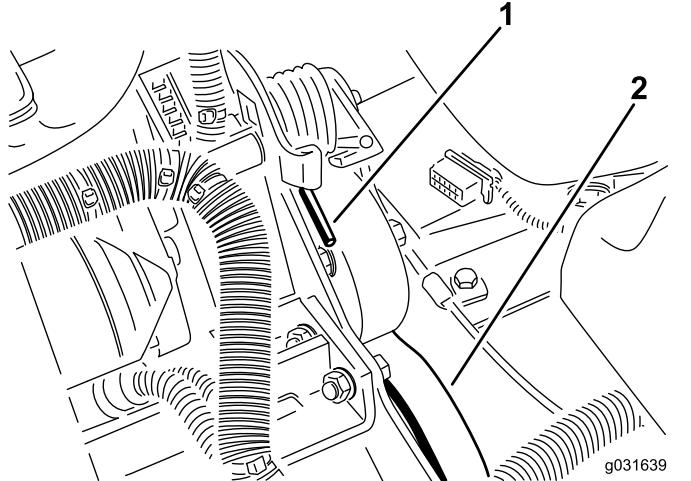

図 62
2. スプリングの端を前側に押し下げてブラケットから外し、スプリングのテンションをなくす図 62。